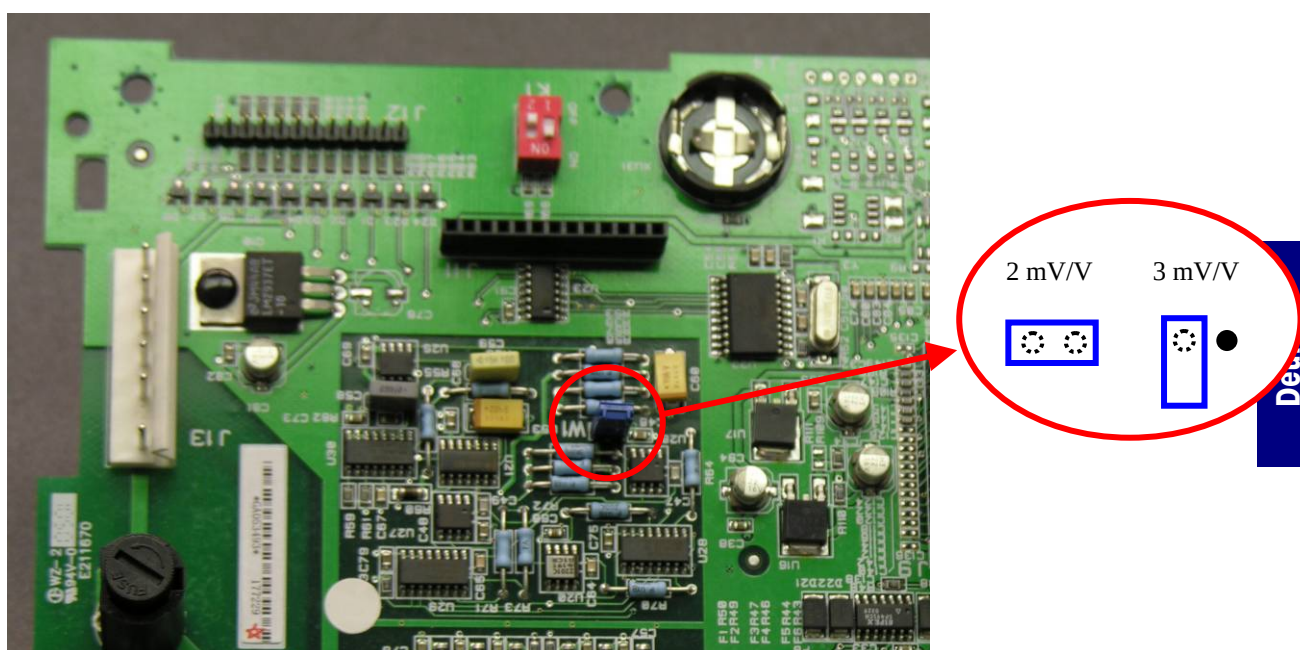

Abb. 2-34: Auswahl der Millivolt-Drahtbrücke
Die IDNet-Version der IND560-Hauptplatine hat keine Drahtbrücken. Auf der IND560-Analogwaagen-Hauptplatine befindet sich eine Drahtbrücke (W1). Diese Drahtbrücke wählt einen Betrieb der Analogschaltkreise mit entweder 2 mV/V oder 3 mV/V. Die Drahtbrückenposition entnehmen Sie Abbildung 2-34.
- Wenn die Drahtbrücke W1 für den Betrieb mit 3 mV/V ausgebaut wird, muss sie auf nur einen der Stifte neu positioniert werden (siehe Abb. 2-34). Wenn diese Drahtbrücke nicht richtig positioniert wird, passt die Kunststoffabdeckung nicht richtig über die Hauptplatine. In diesem Fall darf die Kunststoffabdeckung nicht mit Gewalt nach unten gedrückt werden. Nehmen Sie die Abdeckung ab und positionieren Sie die Drahtbrücke wie angezeigt.